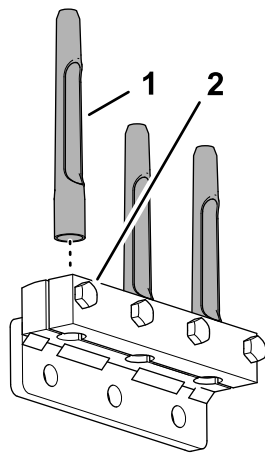

Bild 41
2. Montieren Sie die Tines in den Tines-Halter und die Tines-Klemme (Bild 41).